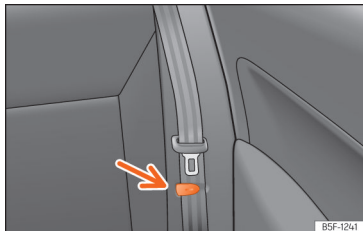

Abb. 94 Rücksitz: Bügel zum Halten des Sicherheitsgurts.
- Befestigen Sie die seitlichen Sicherheitsgurte am Halter der Verkleidung »» (Abb. 94).